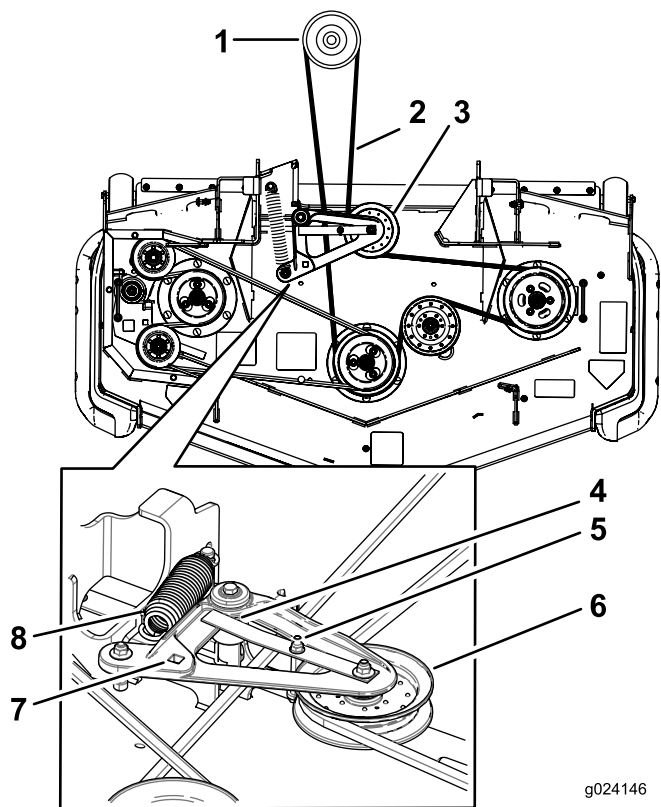

Figure 73
10. Insérez le rochet dans le trou carré pour chasser la courroie sur les poulies du plateau de coupe et les poulies de tension (Figure 73).
8. Insérez un rochet dans le trou carré du bras de la poulie de tension pour détendre le ressort de la poulie (Figure 73).
10. Soulevez la patte du guide-courroie et déposez la courroie existante (Figure 73).
11. Acheminez la courroie neuve autour des poulies du plateau de coupe et de la poulie d'embrayage, sous le moteur (Figure 73).
12. Tournez et vérifiez que la patte du guide-courroie vient frapper le moyeu de pivot (Figure 73).
13. Insérez le rochet dans le trou carré et montez le ressort de la poulie de tension (Figure 73).